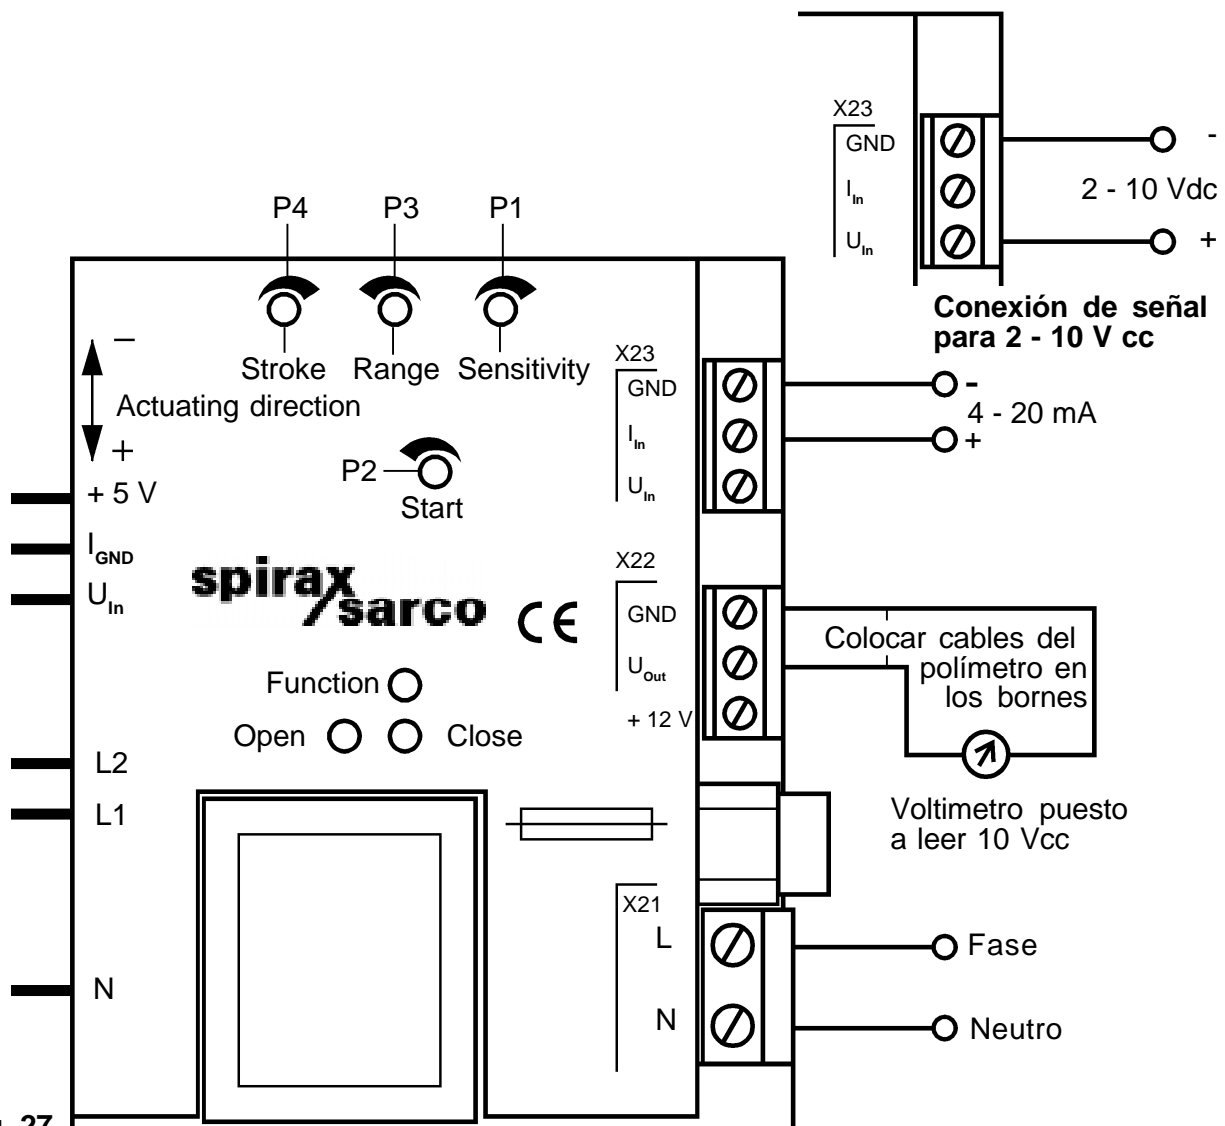

Fig. 27
6. En este punto el voltímetro debería dar una lectura de 0 V. Si no es así, gire el eje del potenciómetro de realimentación hasta que el voltímetro mida 0 V (Fig. 26). Ajustar el potenciómetro "start" P2 (Fig. 27) hasta el punto en que se apaga el LED.